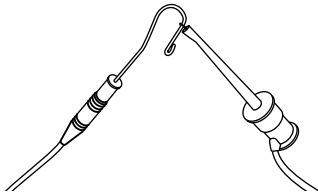

Abb. 8 Aktivieren des Apexlokators mit Lippenclip und Feilenklemme
2. Um den Apexlokator einzuschalten, klemmen Sie die Feilenklemme für die Dauer von etwa 3 Sekunden an den Lippenclip. Siehe Abb. 8.